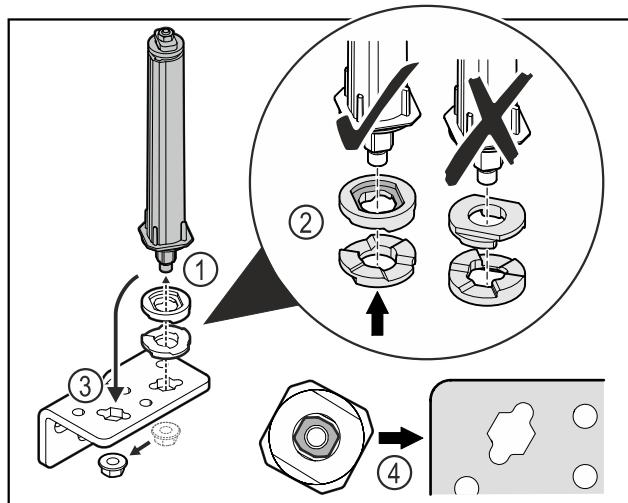

Fig. 25
- Mutter lösen und Türschließsystem entfernen Fig. 25 (1).
- Auf die korrekte Ausrichtung der Höhenverstellscheiben achten Fig. 25 (2).
- Türschließsystem im Scharnierwinkel umsetzen und mit der Mutter fixieren Fig. 25 (3).
- Beim Einsetzen auf die korrekte Ausrichtung des Türschließsystems achten Fig. 25 (4).